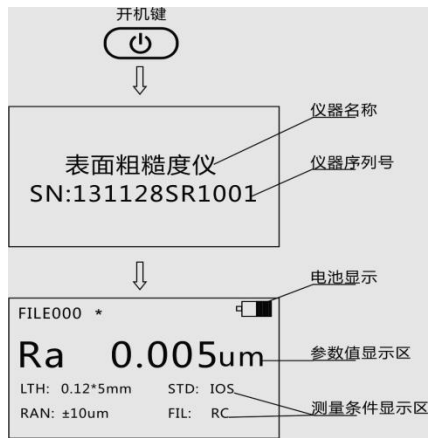

图 2-4 开机过程
按下电源键  松开后仪器开机，自动显示型号、名称及制造商信息，然后进入基本测量状态，如图 2-4 所示。
1. 第一次开机进入基本测量状态中所显示的内容为本仪器的缺省设置，下次开机时将显示上次关机时所设置的内容，每次开机后均自动进入基本测量状态（如图2-4所示）。